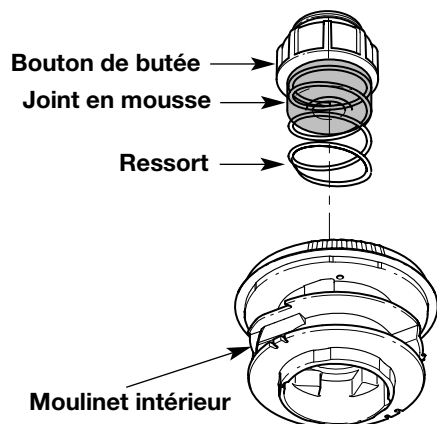

Fig. 52
- Retirez le bouton de butée, le ressort et le joint en mousse en tournant le bouton de butée à gauche (Fig. 52).
- Tirez le bouton de butée, le ressort et le joint en mousse (Fig. 52).
- Placez le bouton de butée, le ressort et le joint en mousse dans la bobine extérieure (Fig. 52).